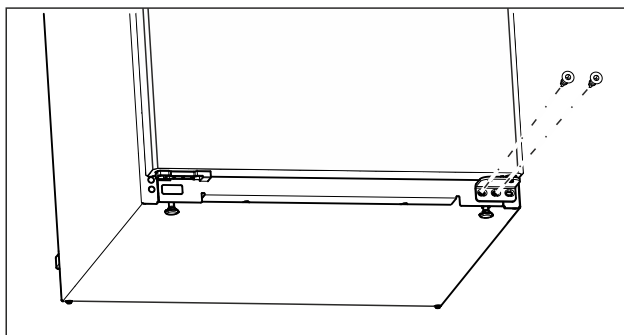

Fig. 7
- Pomocí šroubováku Torx 20 vyšroubujte prostřední šroub na spodním stojanu ložiska. (viz Fig. 7)
- Šroubovákem Torx 20 vyšroubujte vnitřní šroub na spodním stojanu ložiska. (viz Fig. 7)